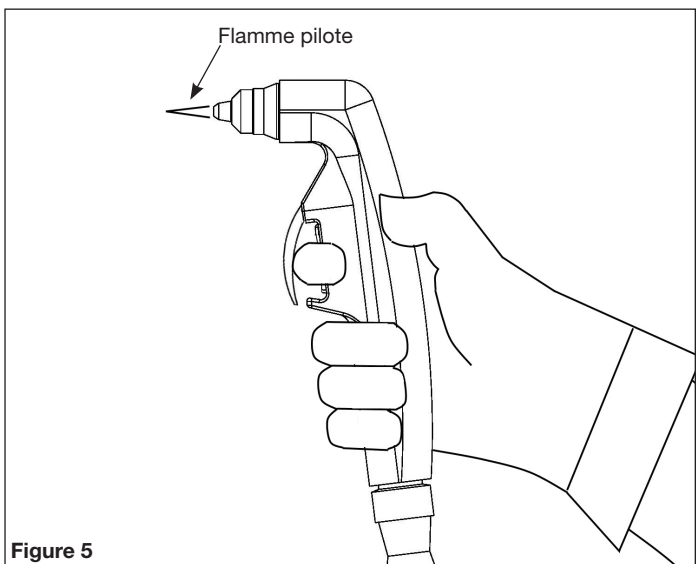

Figure 5
- ◆ **IMPORTANT:** Ne pas tirer sur la gâchette de déclenchement en éloignant le chalumeau de la pièce. L'utilisation de la flamme en plein air réduirait la durée de vie de l'embout et de l'électrode. Voir la Figure 5.